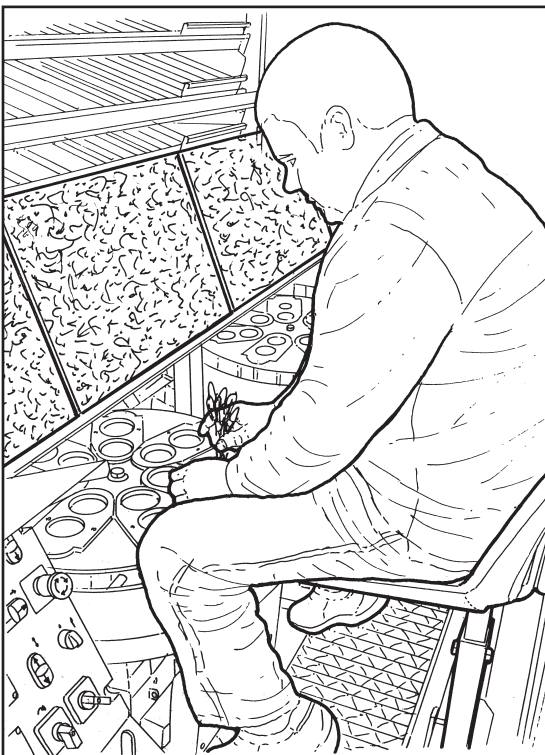

Fig. 2
- Riempire il distributore di piantine (**Fig. 2**).
- Fill the distributor with seedlings (**Fig. 2**).
- Remplir le distributeur de plants (**Fig. 2**).
- Llene el distribuidor de plantas (**Fig. 2**).